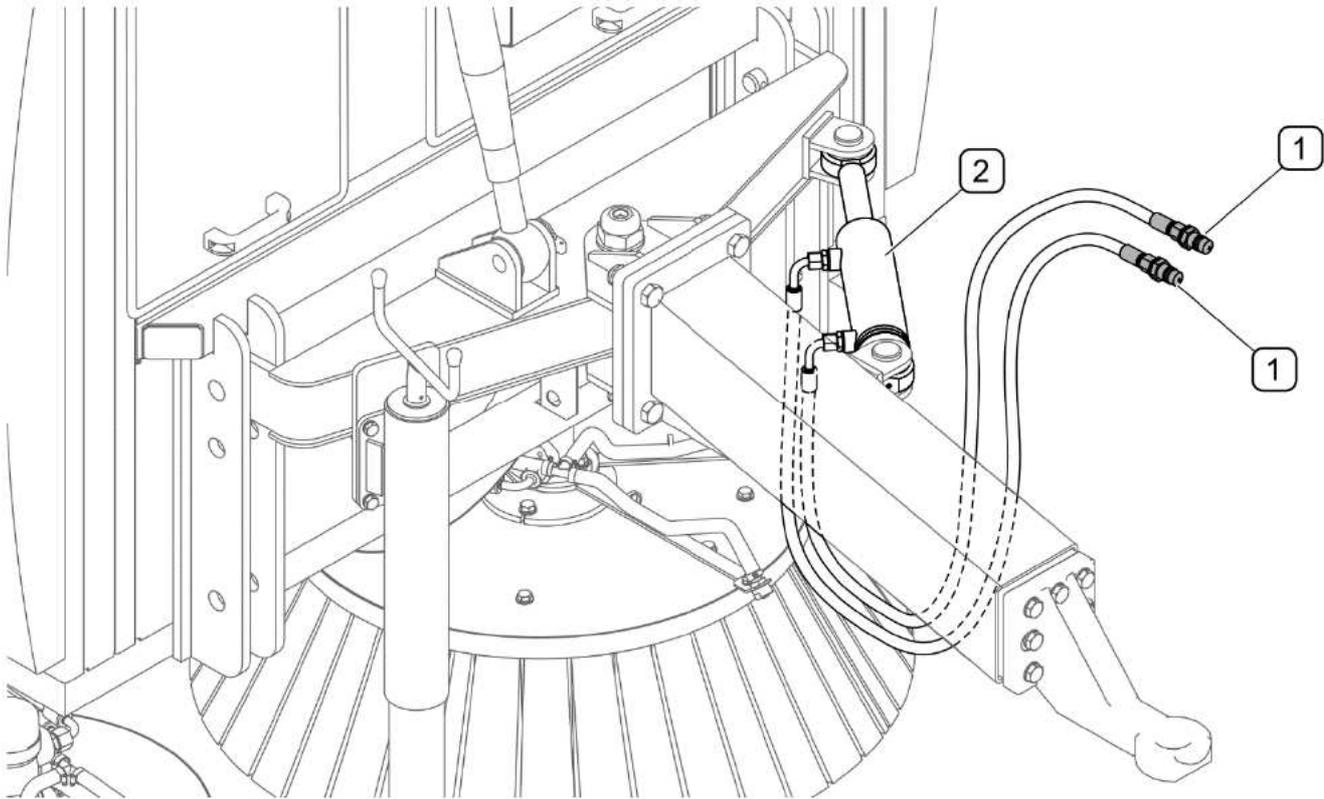

ABB. 4.4 Anschließen der Hydraulik für die Steuerung der neigbaren Deichsel
Die Hydraulikanschlüsse (1) für die Steuerung der schwenkbaren Deichsel (ABB. 4.4) müssen an den Kreis der externen Hydraulik des Schleppers angeschlossen werden, die eine Änderung der Fließrichtung des Öls ermöglicht.